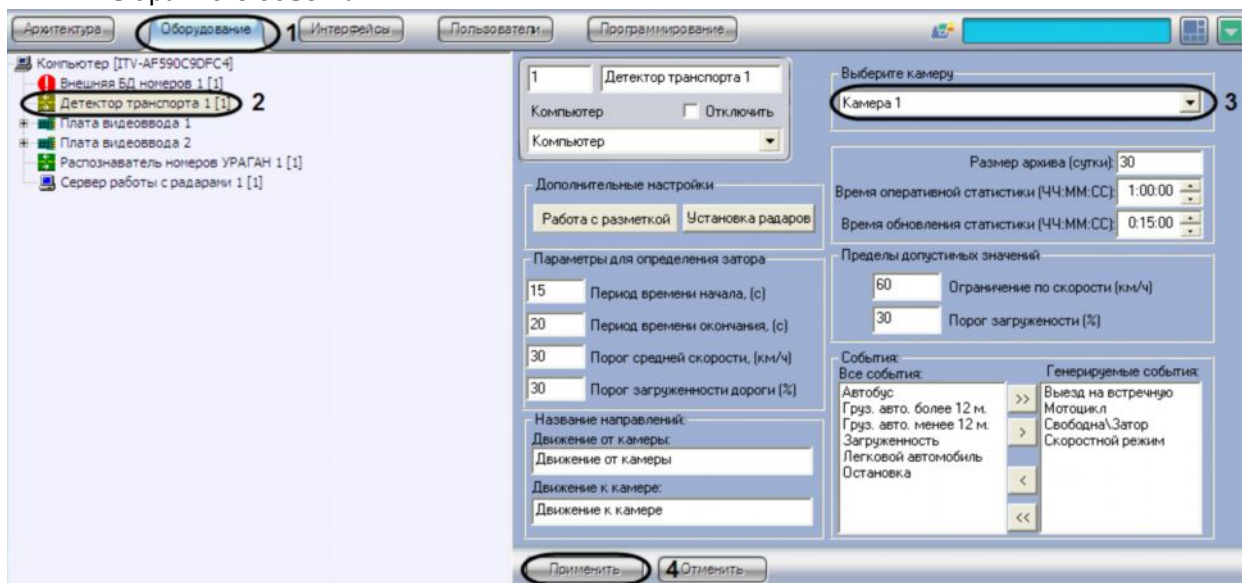

Рис. 7.5.2-1 Выбор объекта «Камера» для совместной работы с программным модулем «Детектор транспорта»
1. В диалоговом окне «Настройка системы» перейти на вкладку «Оборудование» (см.Рис. 7.5.2-1, 1).
- В дереве объектов на вкладке «Оборудование» выбрать объект «Детектор транспорта», соответствующий настраиваемому программному модулю «Детектор транспорта» (см. Рис. 7.5.2-1, 2). В правой части вкладки «Оборудование» отобразится панель настройки выбранного объекта.
- Выбрать видеокамеру из списка всех объектов «Камера» в системе (см. Рис. 7.5.2-1, 3).
- Нажать кнопку «Применить» (см.Рис. 7.5.2-1, 4).